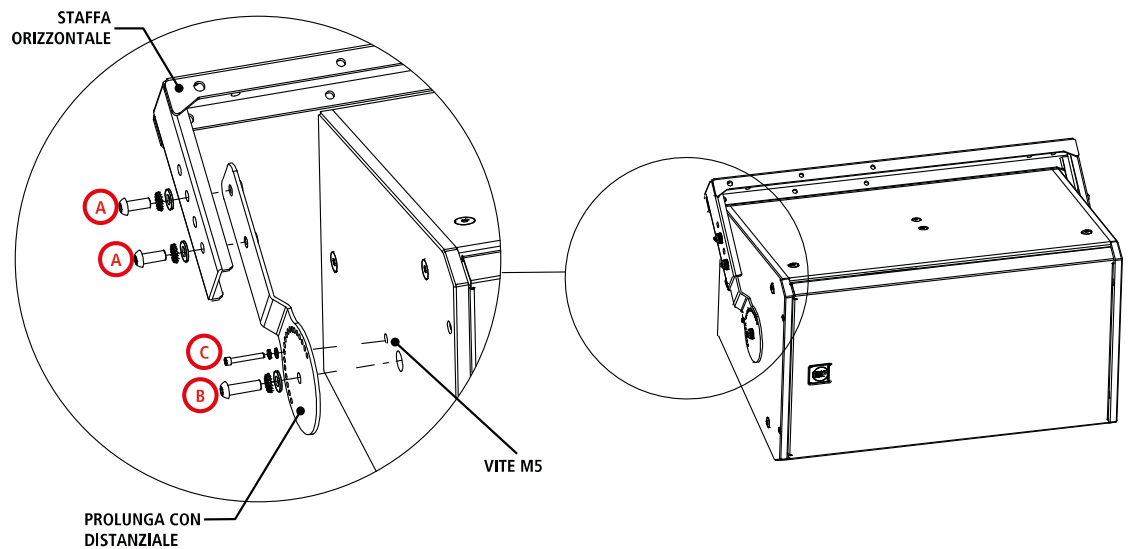

Fig. 2
2. Fissare le prolunghe alla staffa (solo per i modelli che le prevedono) utilizzando le 2 viti M10x25 **A**, ciascuna con 1 rondella piana e una rondella dentata (Fig. 2).
5. Stringere la vite centrale M10x40 (o M8x45 per i modelli H-BR 004 and H-BR 005) **B** sui fori centrali superiore e inferiore del diffusore, ciascuna con 1 rondella piana e una rondella dentata (Fig. 2).